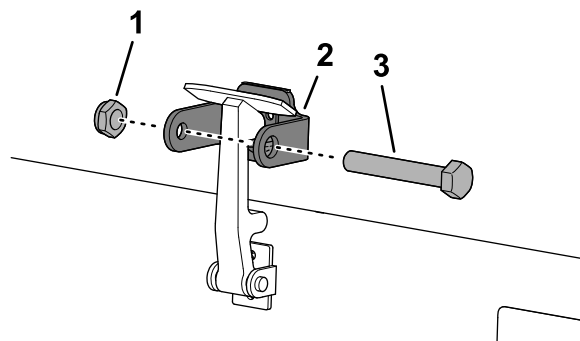

Bild 35
7. Schrauben Sie die Schraube in den anderen Arm der Motorhaubenhalterung, um den Riegel zu arretieren (**Bild 35**).